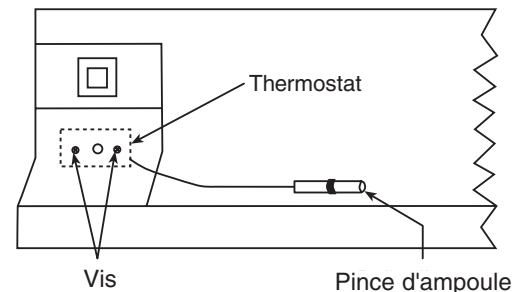

Figure 1
2. Monter le thermostat sur le couvercle de boîte de jonction à l'aide des 2 vis fournies. Positionner le thermostat de sorte que l'ampoule soit vers le bas du boîtier (voir la figure 1).